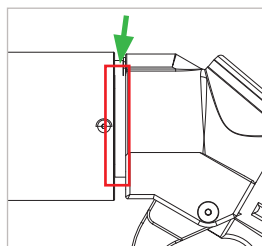

Figure 18
- ▶ Retirez doucement le manchon de protection anti-choc (pos. 1) vers l'avant. Vaporisez un peu de lubrifiant (une pression) sur la zone marquée (Figure 18).